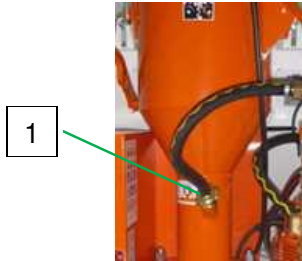

图 78: 水管
4. 将精细砂浆喷嘴 (5) 从喷射器取下。
5. 松开吊环螺栓 (6)，将空气喷管 (7) 从喷射器拉出。
6. 开启取水阀门图 78 位置 2，直至海绵球从精细砂浆喷嘴中溢出。不断重复这一过程，直至软管清洁。
9. 用梭形物自由撞击空气喷管 (7)。